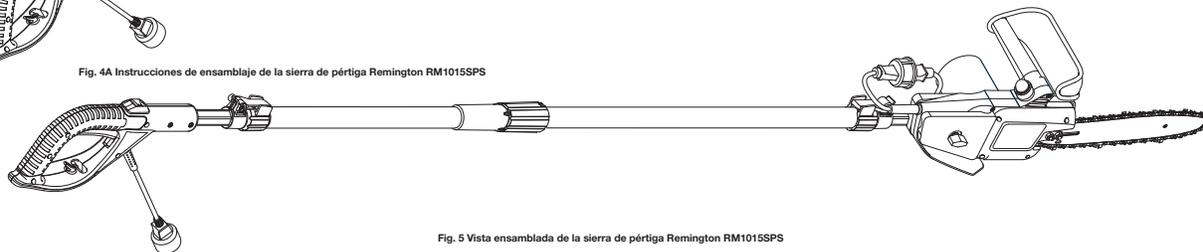

Fig. 5 Vista ensamblada de la sierra de pértiga Remington RM1015SPS
10. Inserte el cable de alimentación de la sierra de cadena en el receptáculo de la pértiga, como se muestra (Fig. 5)